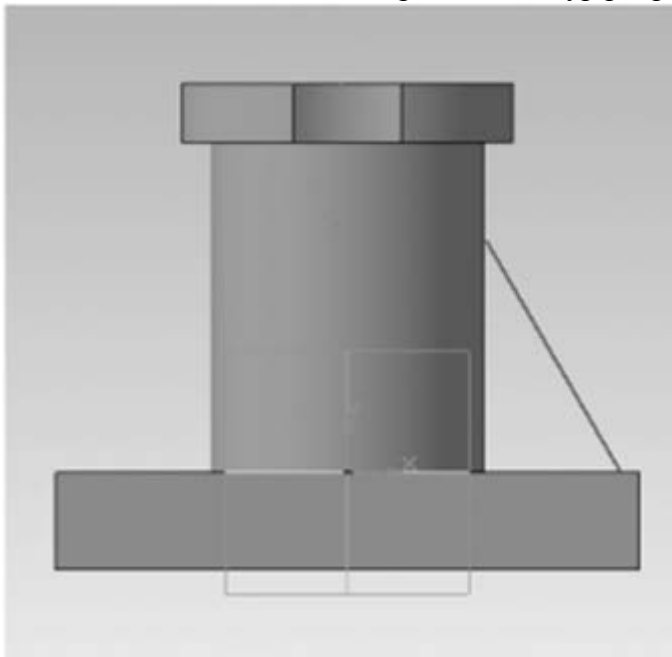

Рис. 9.3- Построение эскиза ребра жесткости
- 3.1. Эскиз одного из ребер выполняем в *Плоскости XY*: строим отрезок прямой с координатами начальной точки *(-56; 0)* под углом *60°*. Отрезок можно не доводить до тела *Детали'*, система сама продлит контур ребра до ближайшей поверхности (рис. 9.3).